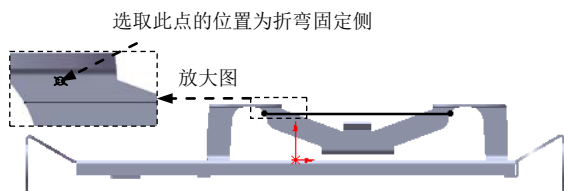

图 6.73 固定侧的位置
③ 选择下拉菜单 **插入(I)** → **退出草图** 命令，退出草图环境，此时系统弹出“绘制的折弯”对话框。
(3) 定义折弯固定侧。在图 6.73 所示的位置处单击，确定折弯固定侧。
(4) 定义钣金参数属性。在 **折弯参数(P)** 区域的  文本框中输入折弯角度 10.0，在 **折弯位置:** 区域中单击“折弯中心线”按钮 .
(5) 单击  按钮，完成绘制的折弯 8 的创建。